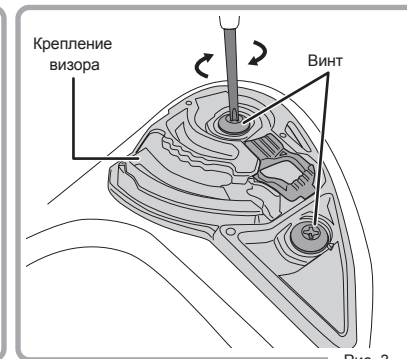

Рис. 3
3. Надежно закрутите каждый винт крепления визора по часовой стрелке. (Рис. 3)